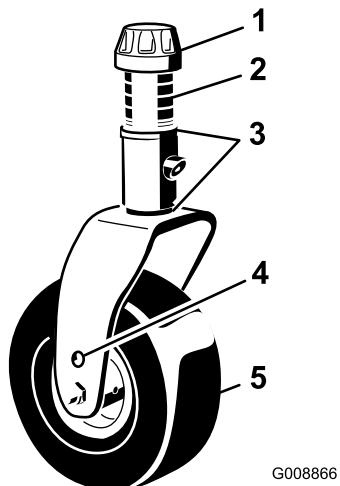
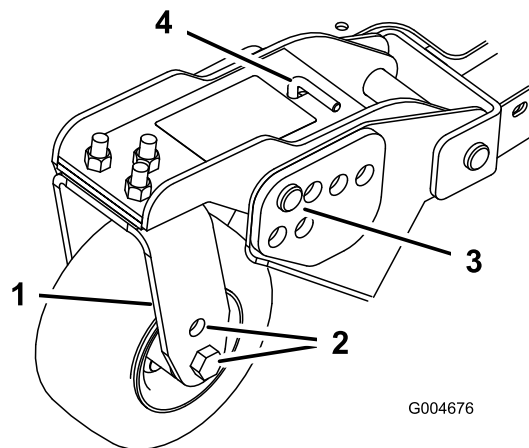

Figura 21
Figura 23
- Coloque os eixos da roda giratória nos mesmos orifícios em todas as forquilhas da roda giratória (Figura 21 e Figura 23). Consultar o quadro seguinte para determinar quais os orifícios adequados para cada posição.
- Retire a tampa de fixação do eixo roscado e desloque o fuso (Figura 21) para fora do braço da roda giratória. Coloque ambos os calços (3 mm) no eixo, tal como se encontravam originalmente. Estes calços são necessários para atingir a mesma altura ao longo de toda a largura das unidades de corte. Desloque um número apropriado de cunhas de 13 mm para o eixo para obter a altura de corte desejada; em seguida, desloque a arruela para o eixo.
- Retire o contrapino tipo grampo e o pino de segurança dos braços articulados da roda giratória (Figura 23).
- Rode a barra tensora para levantar ou descer o braço articulado, até os orifícios se encontrarem alinhados com a altura desejada dos orifícios da altura de corte na estrutura da unidade corte (Figura 23 e Figura 24).